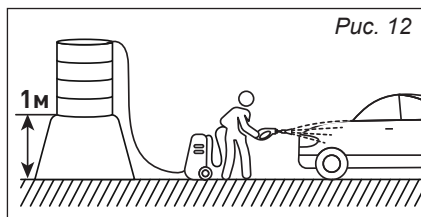

Рис. 12
1. Рекомендуемое расположение емкости (рис. 12): есть подпор воды